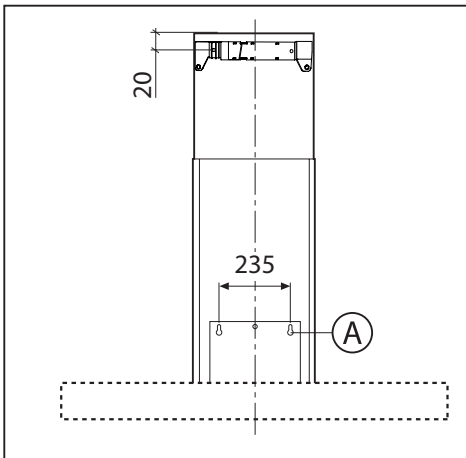
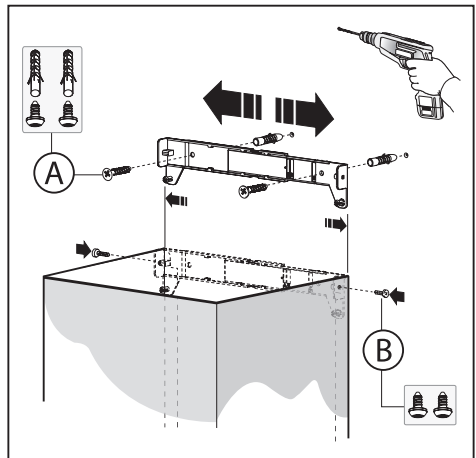
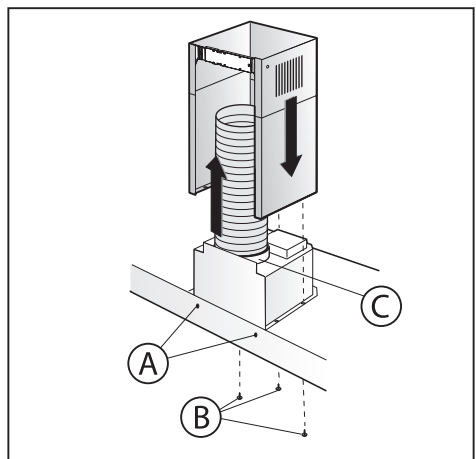

Fig.2
Fig.3
Fig.5
-Lav hullerne **A**, idet de anviste mål overholdes (Fig.2).
-Når apparatet er i vater, spændes emhætten fast ved hjælp af de 2 skruer **A** (Fig.5).
-Regulér bredden på det øverste panels ophæng (Fig.3).
-Spænd herefter ophænget fast til loftet med skruerne **A** (Fig.3), så det er i vinkel med emhætten, idet den anviste afstand til loftet i Fig.2 overholdes.
-Forbind flangen **C** til udsugningshullet ved hjælp af et tilslutningsrør (Fig.5).
-Indsæt det øverste panel i det nederste. Fastspænd det nederste panel til emhætten med de medfølgende skruer **B** (Fig.5), træk det øverste panel ud til ophænget og spænd det fast med skruerne **B** (Fig.3).